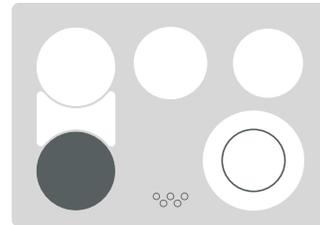
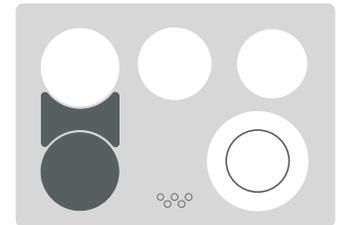
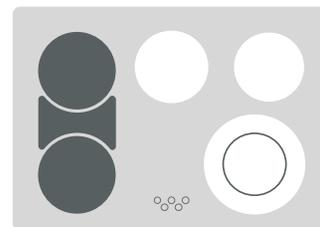

Figure 2
Figure 4
Figure 5
- Sur le contrôleur de la zone réchaud, appuyez sur la touche  une fois pour allumer l'élément en position **HI** (voir Figure 2) ou  une fois pour allumer l'élément en position **LO** (voir Figure 5). La lampe témoin située au-dessus de la touche ON/OFF restera allumée et la lampe témoin de **surface chaude** située sur la table de cuisson s'allumera lorsque la zone réchaud deviendra chaude.
- Chaque fois que vous appuyerez sur les touches  ou , cela diminuera ou augmentera la puissance de l'élément de la zone réchaud. La zone réchaud a 5 niveaux de puissance, partant de **HI (HAUT)** (voir Figure 2) en passant par **MED (MOYEN)** (voir Figure 4) jusqu'à **LO (BAS)** (voir Figure 5). Le niveau de puissance de la zone réchaud peut-être ajusté en tout temps pendant qu'elle est marche.